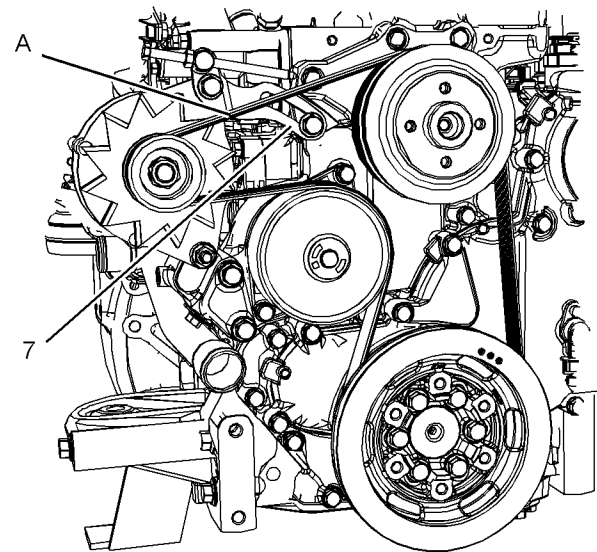

Abbildung 45
5. Den neuen Riemen entsprechend der Riemenkonfiguration (A) montieren. Sichtprüfen, ob der Riemen korrekt ausgerichtet ist.
6. Die Schraube (2) im Uhrzeigersinn drehen, um die Riemenspannung zu erhöhen. Sicherstellen, dass der Verbindungsgliedeinsteller (7) maximal gespannt ist (siehe Abbildung 45).
7. Erst die Schraube (5), die Mutter und die Schraube (6) und dann die Mutter und die Schraube (1) anziehen. Diese Muttern und Schrauben auf ein Anziehdrehmoment von 50 Nm (37 lb ft) festziehen.
8. Die Schraube (2) zwei komplette Umdrehungen entgegen dem Uhrzeigersinn drehen und die Mutter (3) auf ein Anziehdrehmoment von 30 Nm (22 lb ft) festziehen.